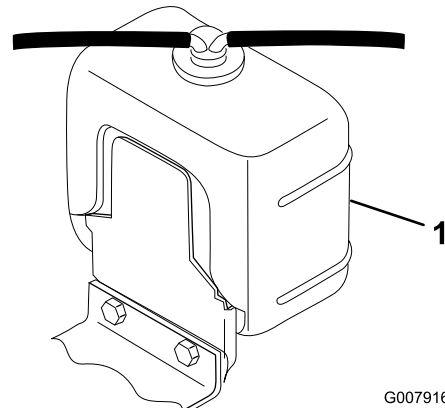

Bild 31
- Schrauben Sie den Kühlerdeckel und den Deckel vom Ausdehnungsgefäß vorsichtig ab (Bild 31).
- Prüfen Sie den Stand des Kühlmittels im Kühler und im Ausdehnungsgefäß (Bild 31).